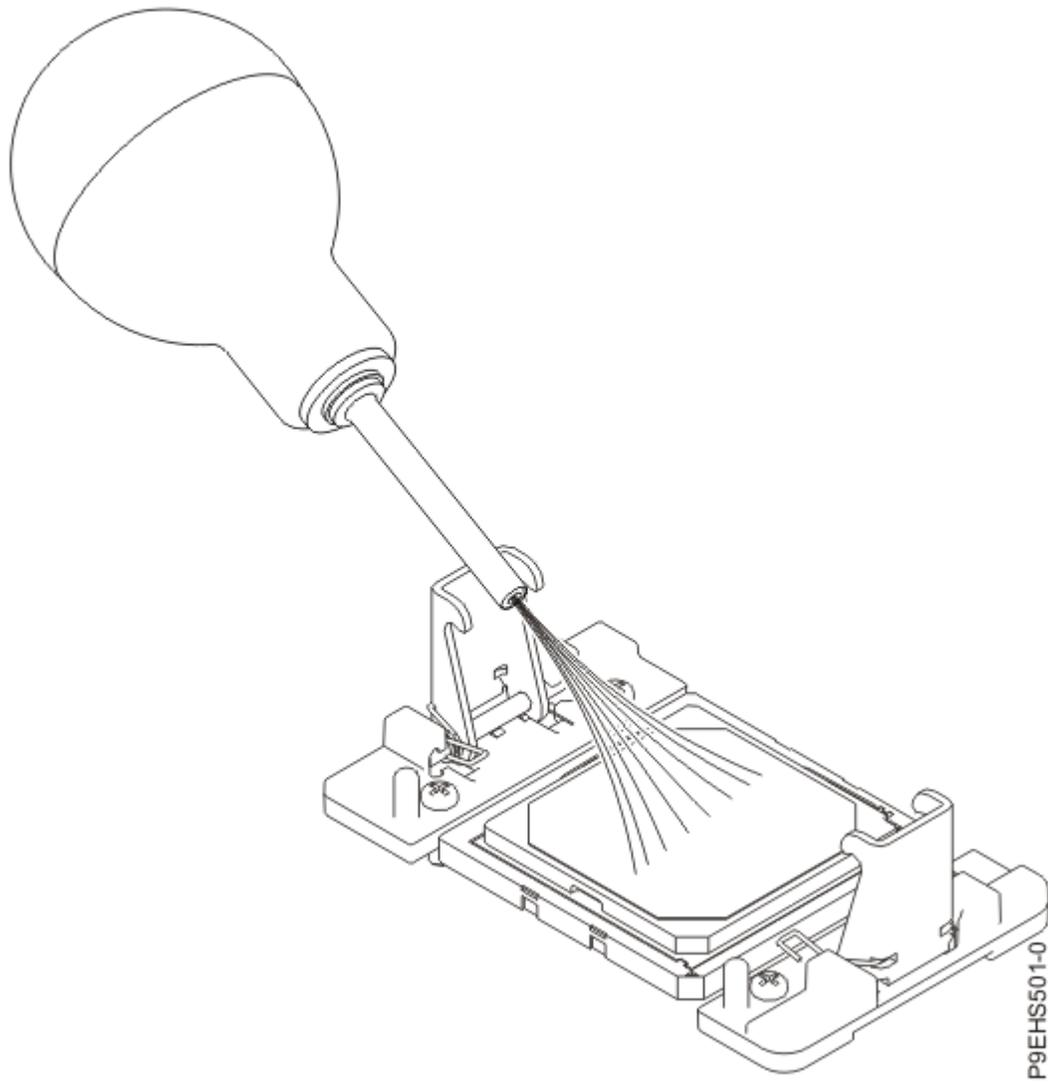

図 144. システム・プロセッサ・モジュールの領域からほこりやごみを除去
- ほこりやごみが付着している場合は、提供されているエアポンプを使用してシステム・プロセッサ・モジュールの領域をきれいにします。システム・プロセッサ・モジュールの中央から四方に向けて空気を少しずつ吹き出します (162 ページの図 144 を参照)。162 ページの図 144 に示すようにエア・ポンプが組み立てられていない場合は、チップをバルブに固定します。